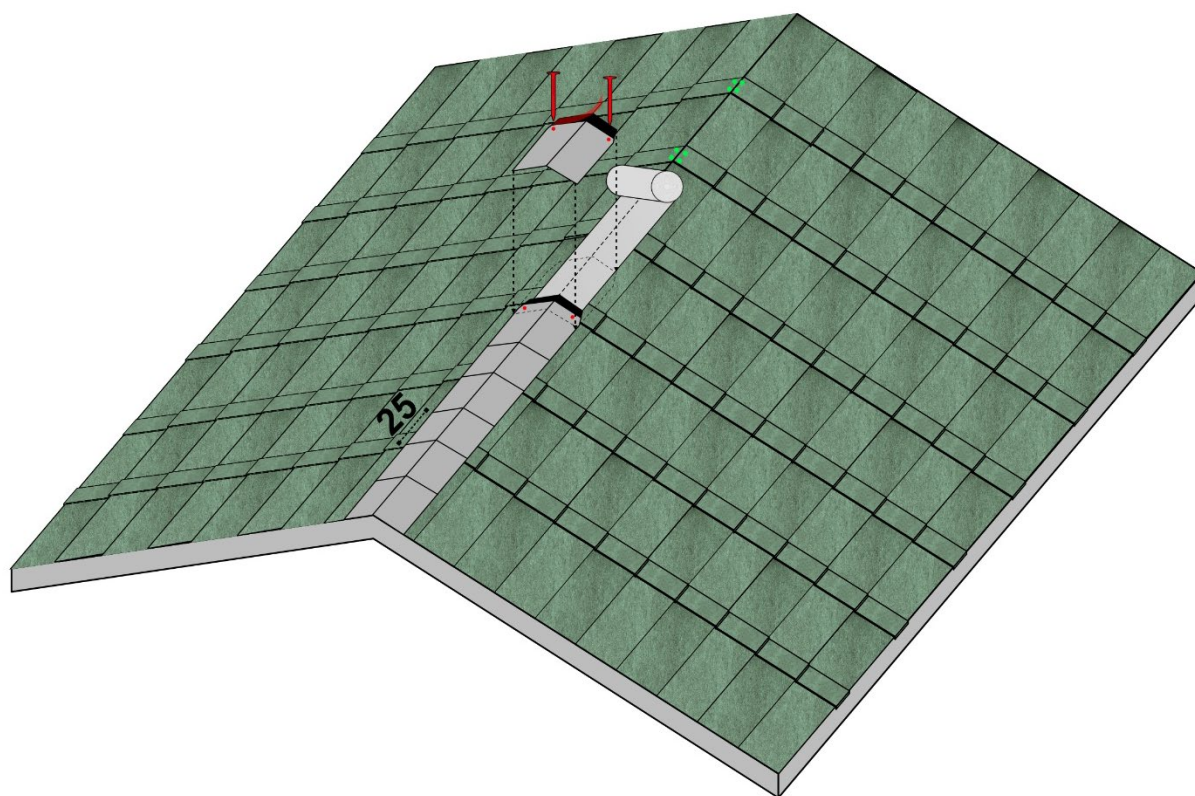

Fig. 14 - Posa elementi colmo
- Posare in mezzzeria della linea di colmo il Top Roll Colmo SA, rimuovendo dalla parte inferiore il film che protegge il nastro butilico. In questo modo si andrà ad impermeabilizzare il colmo stesso in corrispondenza del taglio delle tegole - Fig. 14. Fissare il primo elemento colmo con 2 chiodi da almeno 32mm di lunghezza, un chiodo per ogni lato della falda - Fig. 14. Procedere con la posa degli altri elementi colmo in sequenza, lasciando una parte esposta di 25cm tra un elemento colmo e quello successivo.